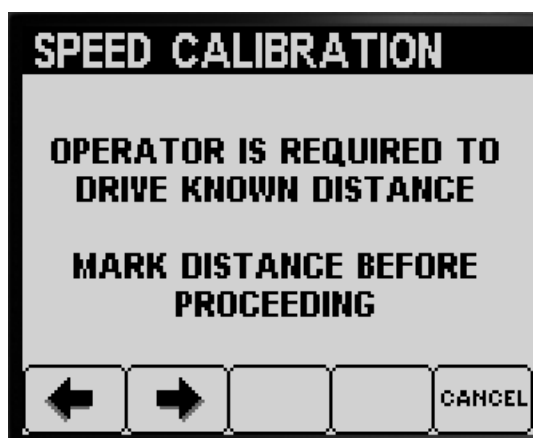

図 64
8. ボタン 2 を押して次のステップへ進む 図 64。
6. 適当な距離計を使って、45 - 152 m の距離を測り取るこの距離を以下に記録しておく 図 64。